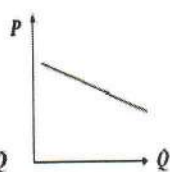

рис. 2
На рис. 2 представлена модель макроэкономического равновесия. Проанализируйте график и определите при каком уровне национального дохода (Y):